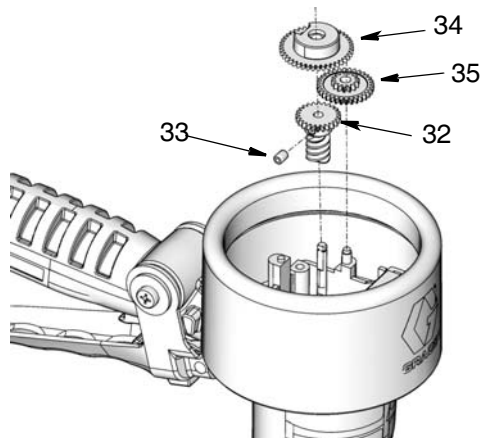

FIG. 21
- Installez les roues dentées (32, 34, 35) comme montré sur la FIG. 21. Avec une clé hexagonale de 2 mm, vissez et serrez la vis sans tête (33) des roues dentées.